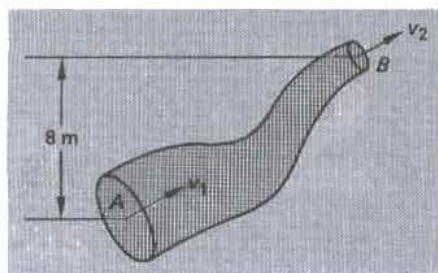

Figura 15-22
- *15-55. El agua fluye a través del tubo que muestra la figura 15-22 a razón de 30 l/s. La presión absoluta en el punto A es de 200 kPa y el